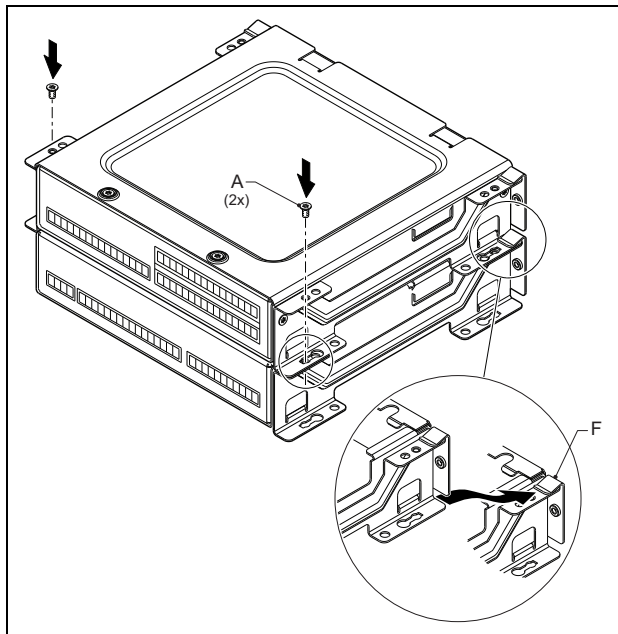

figura 20.11: Impilamento dei moduli
- 7 Posizionare il modulo superiore sopra il modulo inferiore (vedere figura 20.11). Far scorrere il modulo superiore nel fermo a molla (F).
- 8 Inserire e serrare le viti (A).